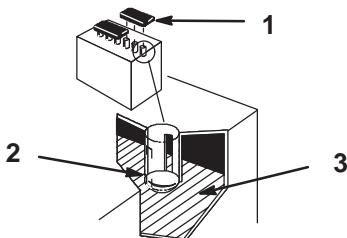

Figure 28
2. Ouvrez les couvercles et regardez à l'intérieur des éléments. Le niveau de l'électrolyte ne doit pas dépasser la partie inférieure du tube (Fig. 28).
Important Le niveau d'électrolyte ne doit pas descendre au-dessous des plaques (Fig. 28).
2. Enlevez les bouchons de remplissage (Fig. 28).
3. Versez lentement de l'eau distillée dans chaque élément pour amener le niveau à la partie inférieure du tube (Fig. 28).